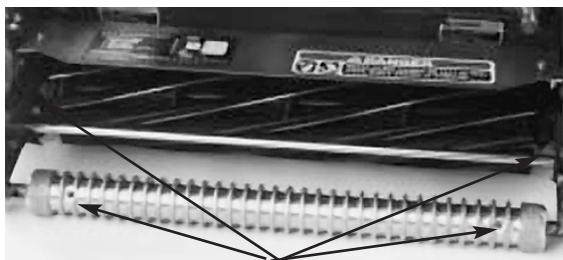

Fig. 17
2. I raccordi per ingassaggio da lubrificare sono: 2 sul rullo anteriore (Fig. 17), 2 sui cuscinetti del cilindro (Fig. 17), 2 sui fuselli del tamburo (Fig. 18), 3 sul differenziale (Fig. 18), 2 sui cuscinetti del contralbero del cilindro (Fig. 19) e 2 sui perni tendicinghia (Fig. 20).